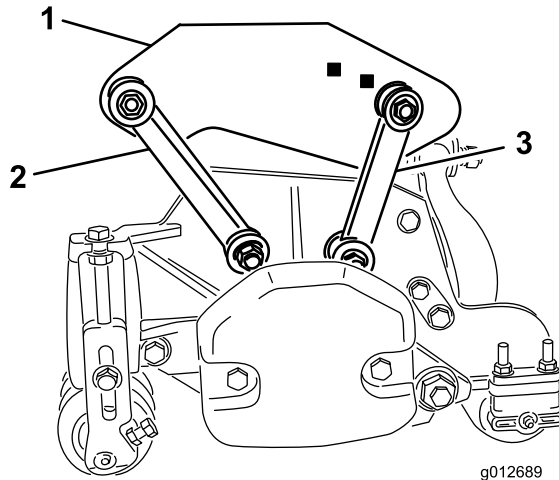

Рисунок 19
- Прикрепите передние монтажные тяги к отверстиям несущих рам с помощью болтов ($\frac{3}{8}$ x $2\frac{1}{4}$ дюйма), двух плоских шайб и контргаек, как показано на Рисунок 19. Во время монтажа установите с каждой стороны тяги по шайбе. Затяните крепежные элементы с моментом 42 Н·м.
- Прикрепите задние монтажные тяги к отверстиям задних несущих рам с помощью болтов ($\frac{3}{8}$ x $2\frac{1}{4}$ дюйма), двух плоских шайб и контргаек, как показано на Рисунок 19. Во время монтажа установите с каждой стороны тяги по шайбе. Затяните крепежные элементы с моментом 42 Н·м.